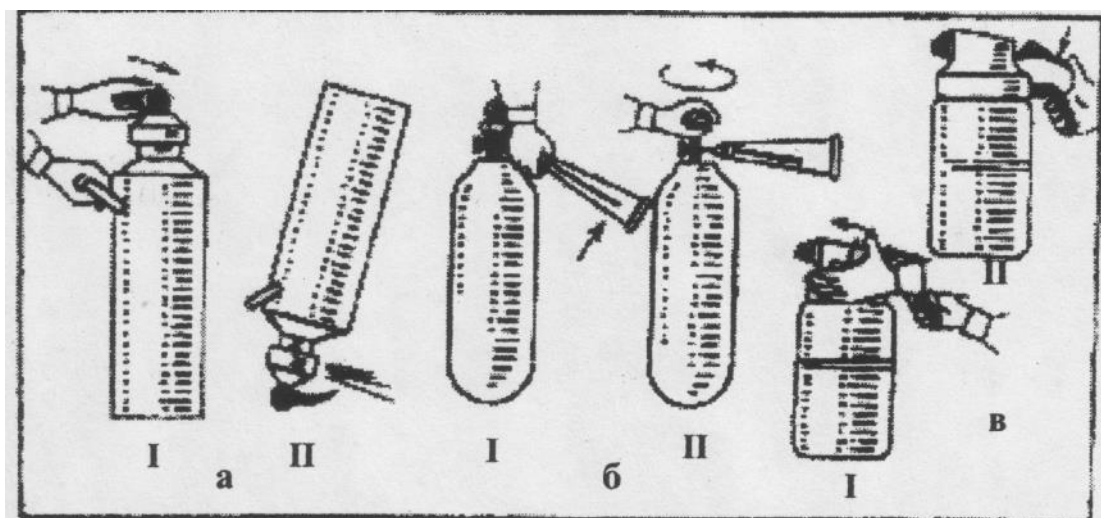

Рис. 3. Прийоми гасіння пожежі вогнегасниками:
Газовий вогнегасник ОУ-2 (рис. 3, б):
б) повернути розтруб в сторону вогнища (рис. 3, б -1);
в) за допомогою маховичка відкрити вентиль (рис. 3, б - II);
Порошковий вогнегасник ОПС-6 (ОПС-10) (рис. 3, в):
б) різко повернути пусковий важіль на 180° (рис. 3, в -1)
- г) натиснути на пусковий гачок (рис. 3, в - II).